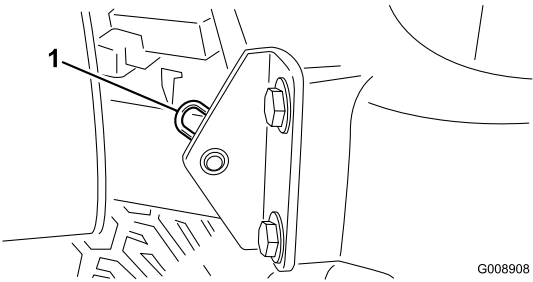

Figura 43
- 2. Retire el pasador que fija el pivote del capó a los soportes de montaje (Figura 43).